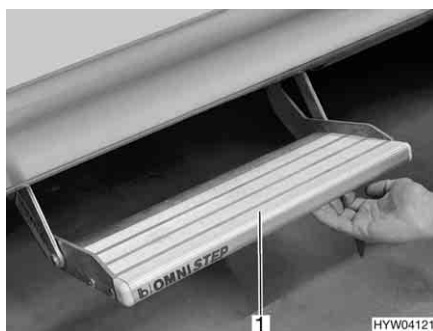

Fig. 22 Scalino di ingresso (estratto)
- Afferrare dal basso lo scalino di ingresso (Fig. 22,1) ed estrarlo finché non si innesta.
- Afferrare dal basso lo scalino di ingresso (Fig. 22,1) e sollevarlo leggermente.